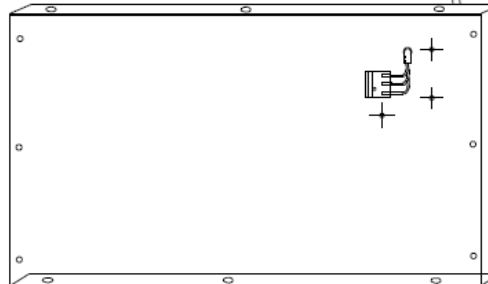

図8 ファン点検口開放方法 及び 内部ファン点検方法
下記に分解の手順を示します。本ファンは標準仕様ですが、特殊仕様のものもありますので注意して読んでください。また、図8、9を参考にしながら、作業を行ってください。
- (2) 端子箱カバーを外し、速結端子台の電源側からの線を外してください。この時、確実に電源が切れていることを確認してから作業をしてください。…図8参照
- (3) 点検口を外してください。…図8参照（速結端子台は、外さないでください。）
- (4) 電動機台固定用ねじ、吸込みコーン固定用ねじを外してください。このねじを全て外しますと内蔵ファンが取り外すことができますが、最後のねじを外す際は、内蔵ファンが急に動きますので注意してください。
…図8参照